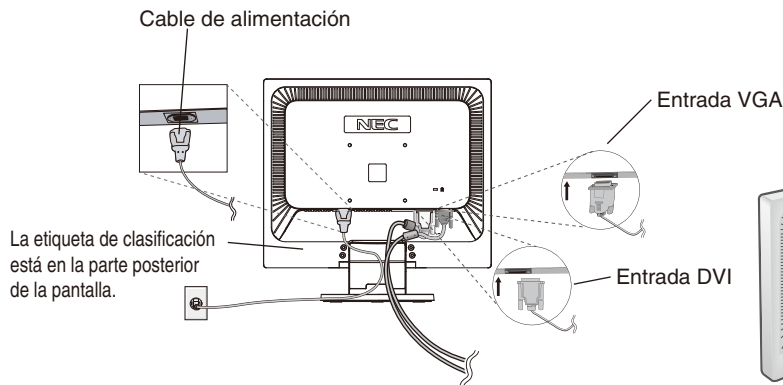

Figura B.1
3. Conecte el mini D-SUB de 15 clavijas del cable de señal de vídeo al conector adecuado en la parte posterior del monitor (figura B.1).